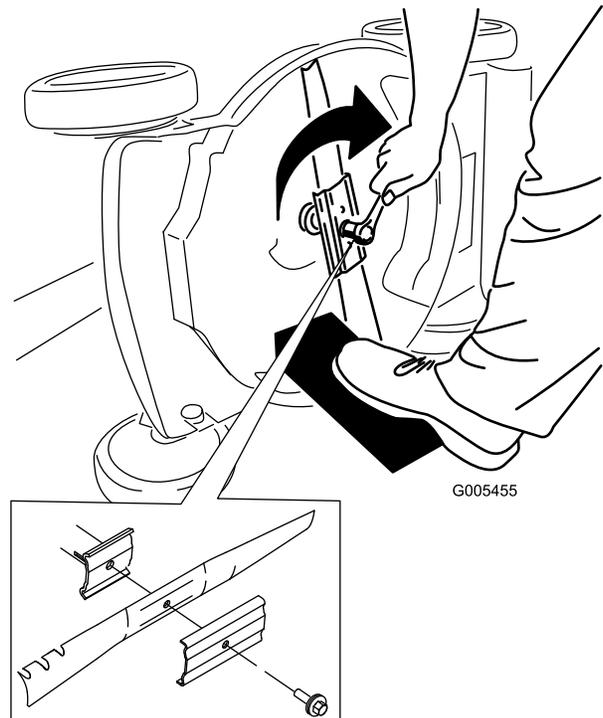

Figura 28
5. Instale la cuchilla nueva y todos los herrajes de montaje (Figura 28).
1. Gire el pomo de ajuste en sentido antihorario para aflojar el cable (Figura 28).
2. Ajuste la tensión de los cables (Figura 28) tirando de ellos hacia atrás o empujándolos hacia adelante, y sujételos en esa posición.